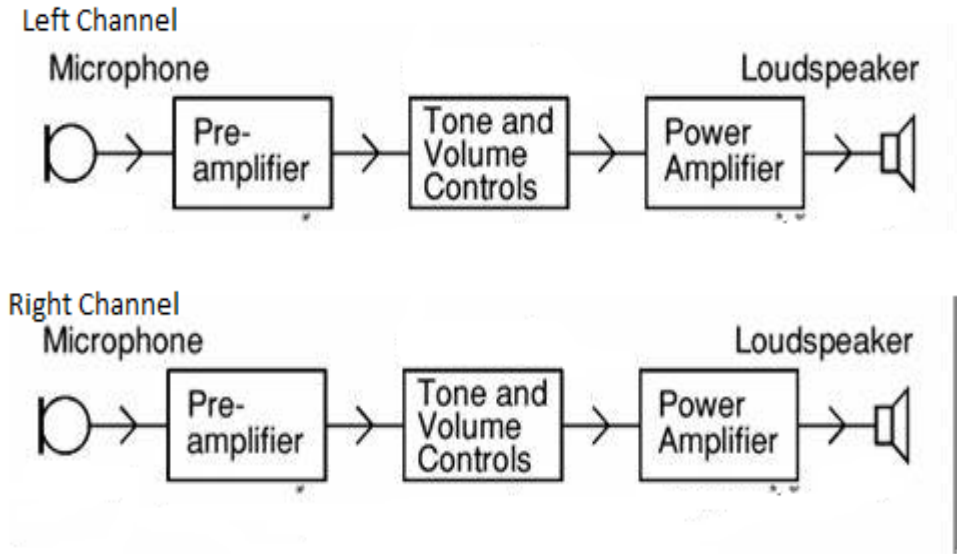

Figure no 1.2 – Stereo Amplifier
- Figure no 1.2 मध्ये स्टीरिओफोनिक सिस्टीमची ब्लॉक डायग्राम दाखवली आहे.